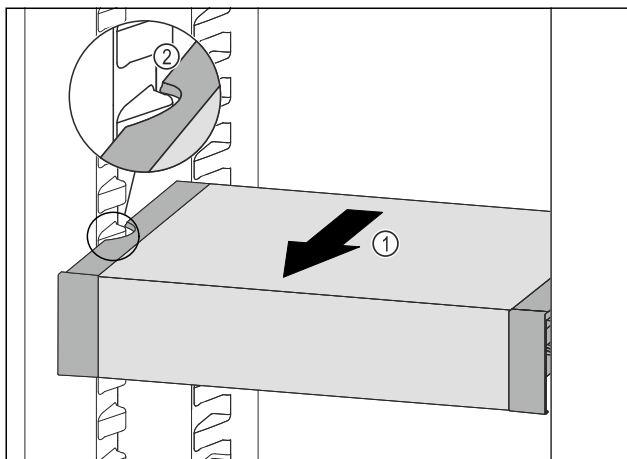

Fig. 160
- Tirer le VarioSafe vers l'avant Fig. 160 (1) jusqu'à ce que les encoches latérales du VarioSafe se trouvent au niveau de la nervure du bac dans la partie réfrigérateur. Fig. 160 (2)